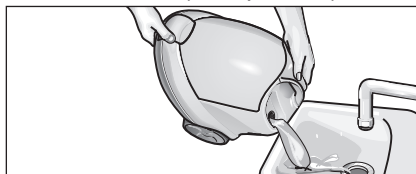

Рис. 13: промивання резервуара
- Наповніть резервуар водою та сильно струсіть його (за рахунок цього відокремлюються залишки накипу, що осіли на дні резервуара). Після цього вилийте воду, нахиливши прилад у вугол, в якому знаходиться воронка для заливання води (див. рис. 13).
- Вилийте залишки води з резервуара (див. рис. 13).